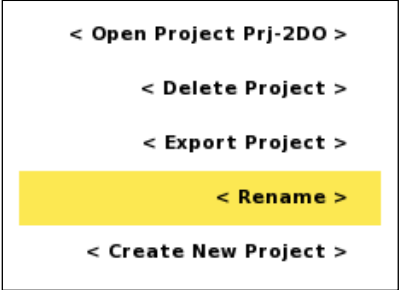

Figura 18 Menú de opciones del proyecto con el elemento Cambiar nombre resaltado
- Mueva el resaltado a <Cambiar nombre> (Figura 18)